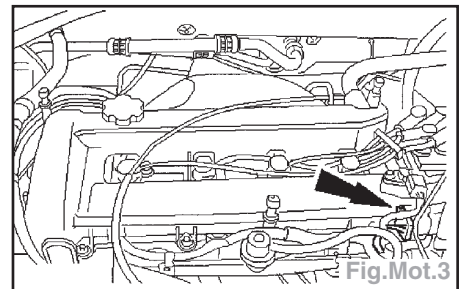

Fig.Mot.3
- Détacher le connecteur du faisceau de câblage de moteur du couvercle (Fig.Mot.3).